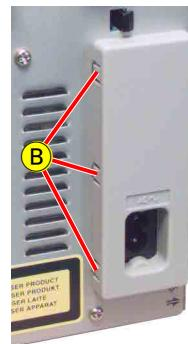

Fig. 3
- Netzbuchsenabdeckung ausrasten und abnehmen **B** (Fig. 3).
- Disengage the cover of the mains socket **B** (Fig. 3).